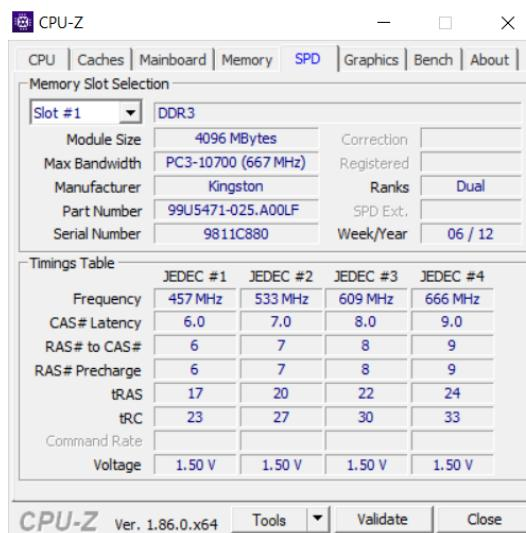

Figura 3. Características de los módulos de memoria proporcionadas por el fabricante
- Desde los datos proporcionados por la hoja de especificaciones de los módulos (archivo kvr1333d3n9_4g.pdf) y el programa CPU-Z (Figuras 3 y 4) rellénese la siguiente tabla. Recuérdese que la figura 3 muestra información solo de un *slot*, pero existen otros 7 con idénticas características.